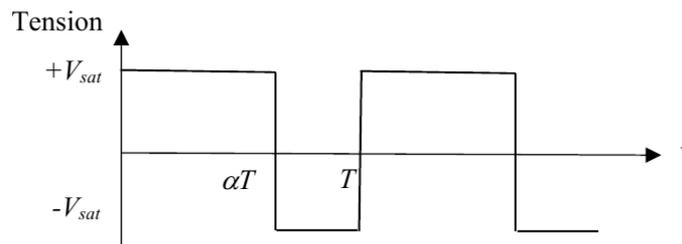

Figure 7 - Tension hachée U_1
- Q15.** Un étudiant E3 suggère d'utiliser un amplificateur linéaire qui fonctionne en comparateur, de façon à délivrer sur une période T de hachage (**figure 7**) une tension hachée U_1 d'amplitude $+V_{sat}$ pour $t \in [0; \alpha T]$ et d'amplitude $-V_{sat}$ pour $t \in [\alpha T; T]$.